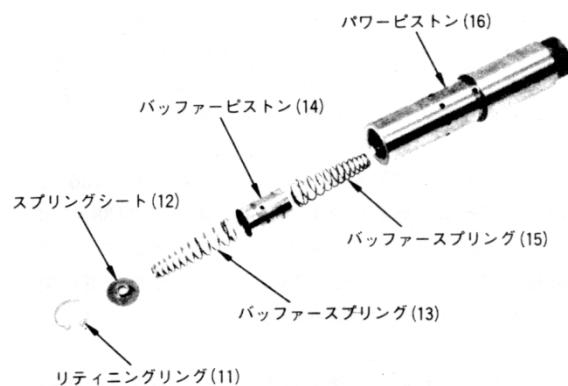

図 3-16. バッファー機構組立図
10. バッファー機構部品(11~15)を、洗浄の目的で分解してあればパワーピストンに組み込む。図3-16を見てパワーピストンの穴の位置を間違えないこと、以下のように組み込んだ場合のみ適切な作動をする。